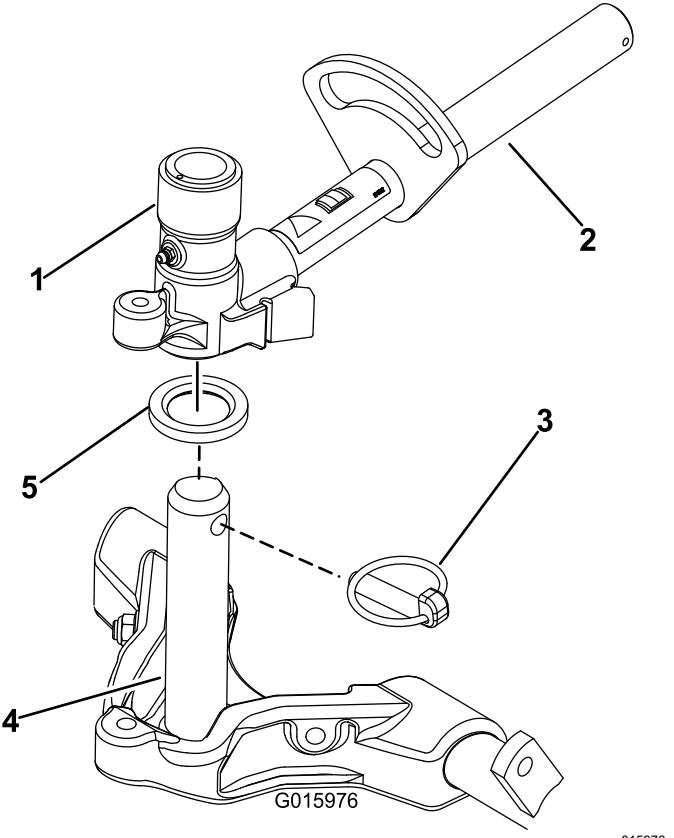

Bild 16
9. Schmieren Sie den Trägerrahmen mit sauberem Schmiermittel ein (Bild 16).
10. Frontschneideeinheiten: Schieben Sie eine Schneideeinheit unter den Hubarm und schieben Sie gleichzeitig die Trägerrahmenwelle in das Gelenkjoch des Hubarms (Bild 16). Stellen Sie sicher, dass die Druckscheibe auf der Trägerrahmenwelle positioniert ist.
11. Befestigen Sie die Trägerrahmenwelle mit dem Einraststift am Hubarmjoch (Bild 16).
- B. Setzen Sie das Hubarmjoch in die Trägerrahmenwelle ein (Bild 16).